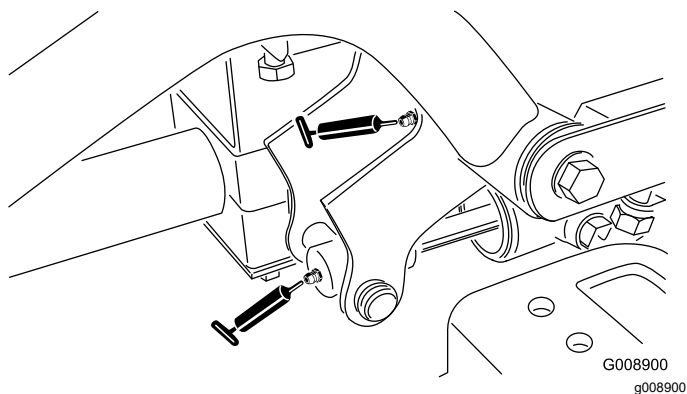

Figura 66
- Pivote y cilindro de elevación del brazo de elevación delantero derecho (2 acoplamientos – Figura 66)